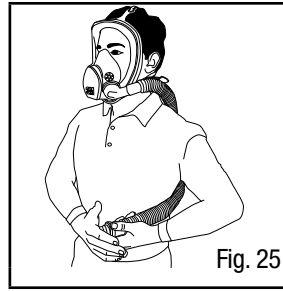

Fig. 25
1. Conecte completamente el extremo del ventilador del tubo de respiración con la palma de su mano (Fig. 25).